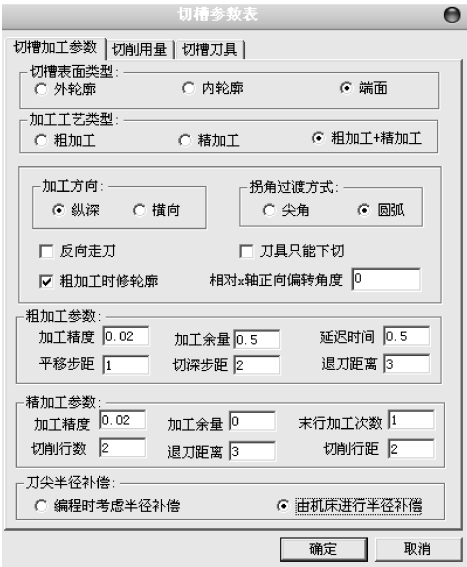
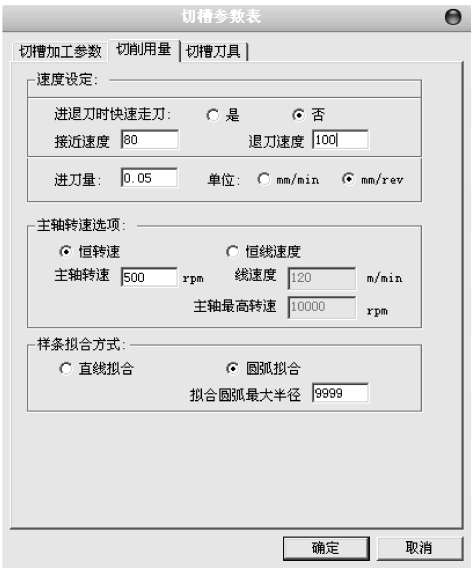
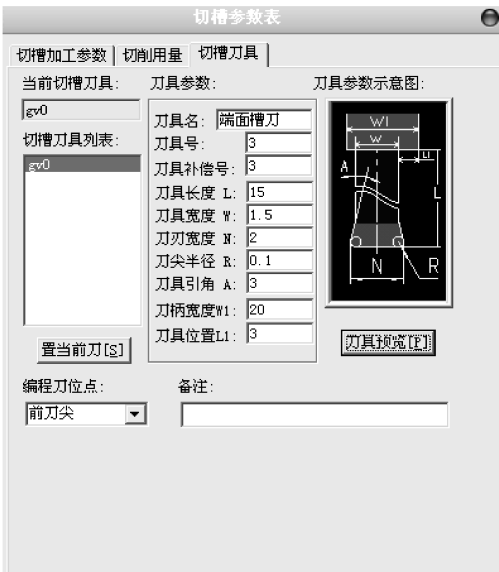

图 8-83 端面槽轮廓加工参数设置
图 8-84 端面槽轮廓切削用量参数设置
图 8-85 端面槽轮廓切槽刀具参数设置
1) 在菜单栏中选择【数控车】→【切槽】命令，或者单击【数控车】工具栏中的按钮，系统弹出【粗车参数表】对话框，单击【切槽加工参数】选项卡，设置的参数如图 8-83 所示；单击【切削用量】选项卡，设置的参数如图 8-84 所示；单击【切槽刀具】选项卡，设置的参数如图 8-85 所示，设置完后单击【确定】按钮。